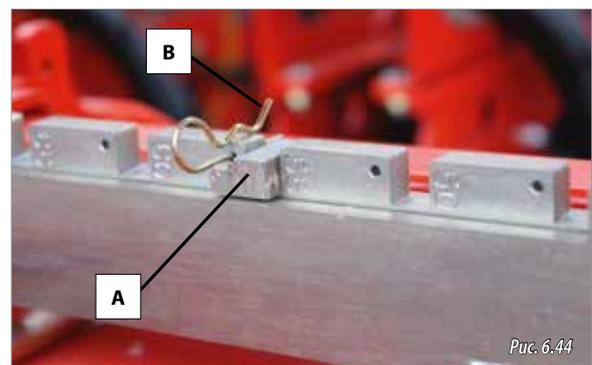

Рис. 6.44
- 1- Удалить шплинты (В, рис. 6.44) из высевающих секций и вынуть ограничители открывания (А, рис. 6.44).
- 2- Удалить шплинты (В, рис. 6.44) из высевающих секций и вынуть ограничители открывания (А, рис. 6.44).